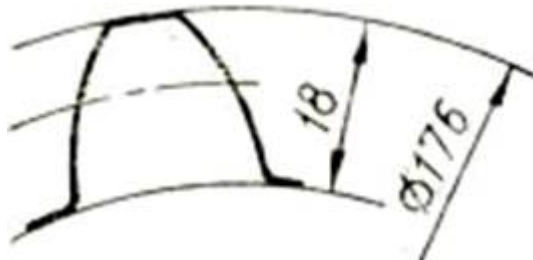

Рис.3
9. Сколько, зубьев имеет нормальное прямозубчатое зубчатое колесо с указанными размерами (рис. 3)?